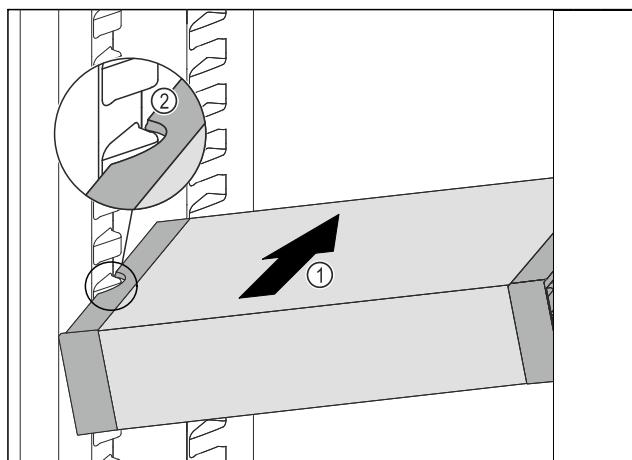

Fig. 116
- Вставити висувний ящик VarioSafe під кутом в охолоджувальне відділення Fig. 116 (1), доки бокові поглиблення Fig. 116 (2) VarioSafe не будуть розташовуватися на рівні ребра для ємності в охолоджувальному відділенні.